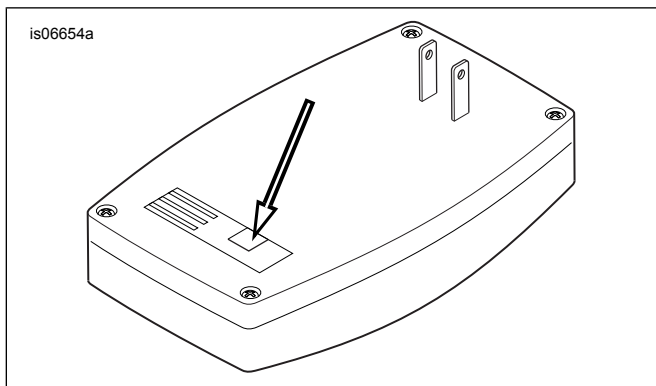

Рисунок 2. Приемник системы открывания дверей гаража, вид сзади
7. См. Рисунок 2 . Подключите разъем жгута проводов приемника системы открывания дверей гаража Harley-Davidson к разъему, находящемуся в указанном месте на задней стенке приемника системы открывания дверей гаража Harley-Davidson.